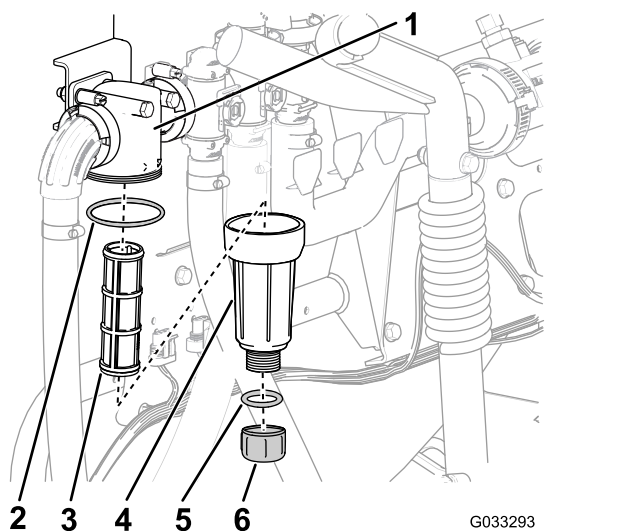

Figura 60
2. Amplasăți o tavă de golire sub filtrul de presiune (Figura 60).
3. Rotiți bușonul de golire în sens invers acelor de ceasornic și îndepărtați-l de la vasul filtrului de presiune (Figura 60).
4. Rotiți vasul în sens invers acelor de ceasornic și îndepărtați-l de la capul filtrului (Figura 60).
5. Îndepărtați elementul de filtrare al vechiului filtru de presiune (Figura 60).
6. Verificați dacă există deteriorări și uzură la nivelul inelului de etanșare pentru bușonul de golire (situat în interiorul vasului) și al inelului de etanșare pentru vas (situat în interiorul capului filtrului) (Figura 60).
7. Montai un nou element de filtrare pentru filtrul de presiune pe capul filtrului (Figura 60).
8. Montai vasul pe capul filtrului și strângeți-l manual (Figura 60).
9. Montai bușonul la vas și strângeți-l manual (Figura 60).